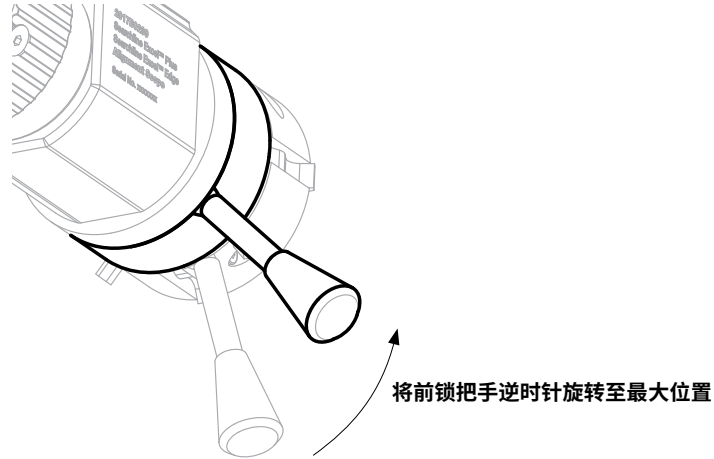

图 32. 设置前锁把手的初始位置
首先，确保已将前锁把手逆时针旋转至最大位置，并且在锁定配件之前，Alignment Scope 的垫片与仪器的整流罩间隙精准对齐。请参阅图 32。
1. 确保已将前锁把手逆时针旋转至最大位置 (参见图 32)。这将拉入 Alignment Scope 的插槽。